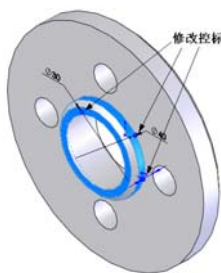

图 5-28 选择特征的图形
**02** 选择需要修改的特征。单击“FeatureManager 设计树”中的“凸台-拉伸 2”，视图图中该特征被亮显，如图 5-28 所示。同时，出现该特征的修改控标。